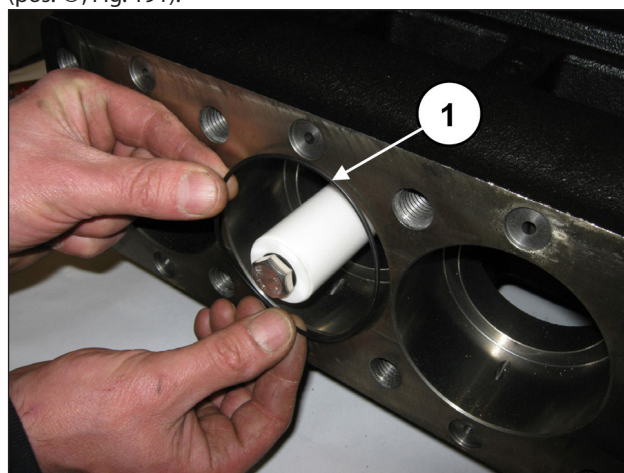
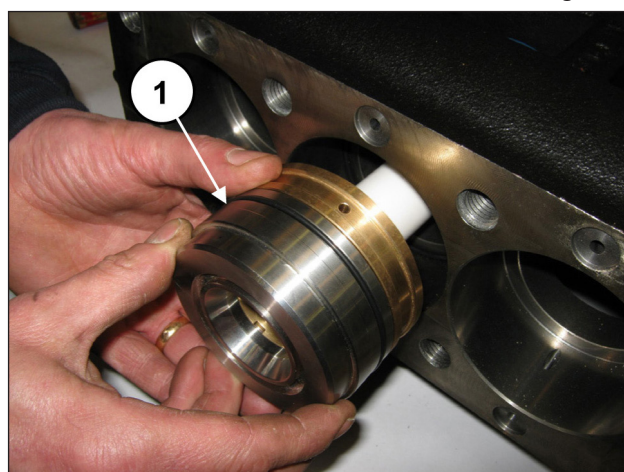

Fig. 190
Fig. 191
Insira o O-ring dentro do cárter da bomba (pos. ①, Fig. 190) e em seguida o bloco da camisa + suporte das juntas (dotado do mesmo O-ring) anteriormente montado até o batente (pos. ①, Fig. 191).